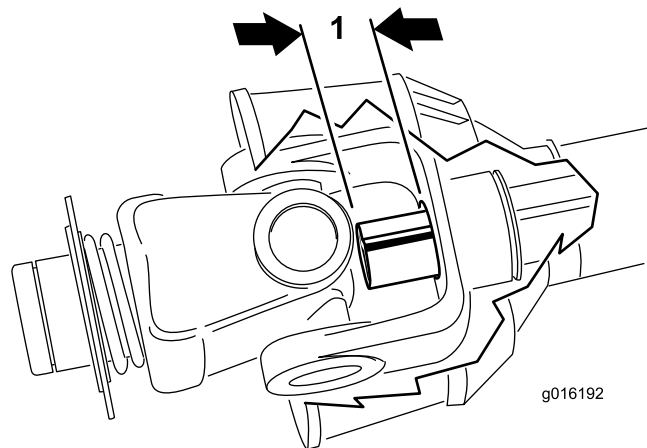

Figura 16
9. Deslice ente sí los tubos del árbol de la TDF hasta que estén totalmente retraídos. Compruebe que el tubo **interior** no sobresale a la zona de cruceta y cojinete del tubo exterior (Figura 16). Si esto ocurre, recorte **más** el tubo interior para corregir el problema. Continúe con el paso siguiente.
10. Mida la distancia de penetración del tubo interior en la zona de cruceta y cojinete del tubo exterior (Figura 16). Añada esta distancia a la dimensión obtenida en el paso 8.